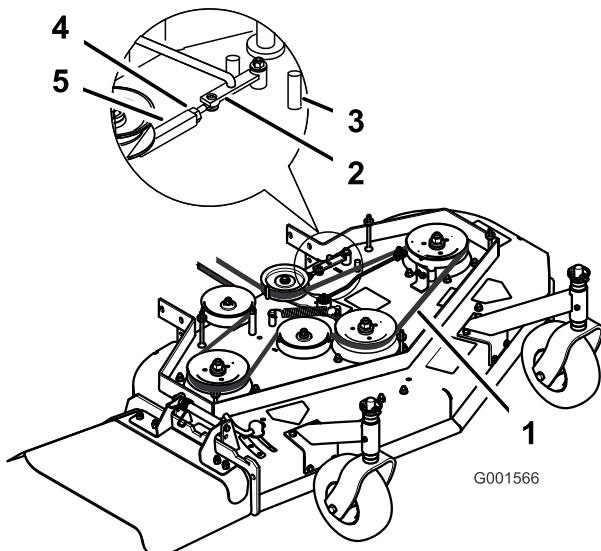

Figure 44
3. Desserrez le contre-écrou sur le tendeur (Figure 44).
4. Tournez le tendeur vers l'arrière de la tondeuse pour augmenter la tension sur la courroie. Tournez le tendeur vers l'avant de la tondeuse pour réduire la tension sur la courroie (Figure 44).